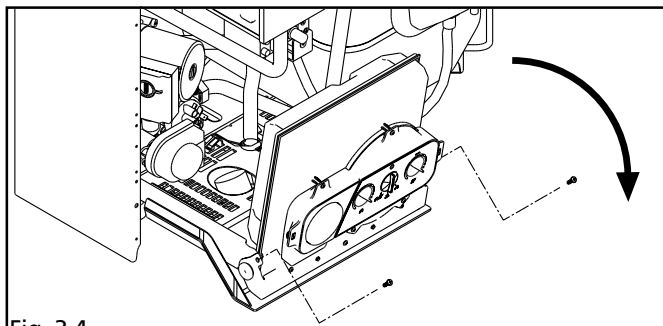

Fig. 3.4
- desaparafuse os parafusos de fixação do painel dos comandos e vire-o (fig. 3.4)